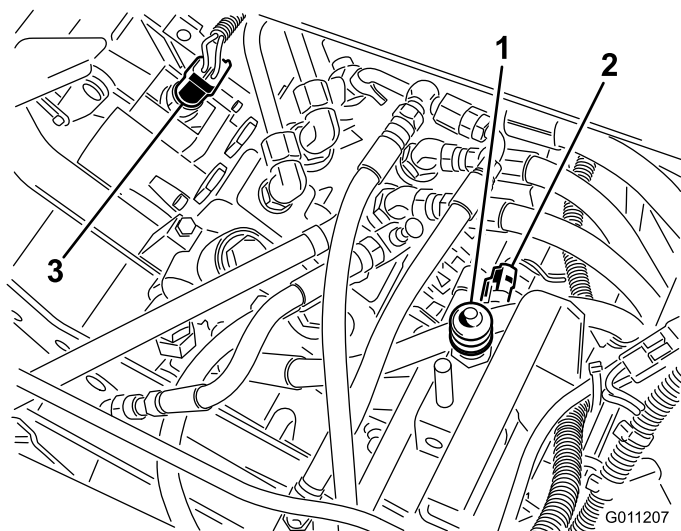

Figura 46
2. Retire el protector del extremo del interruptor del asiento Figura 46 (donde está el botón) y guárdelo para instalarlo en el interruptor nuevo. Desenchufe los conectores del interruptor.
2. Desenchufe los conectores del interruptor de tracción que está instalado en el sombrerete del banco de válvulas, en la sección de válvulas del selector (Figura 46).
2. Desenchufe los conectores del extremo del interruptor de siega/elevación que está instalado en el sombrerete del banco de válvulas (Figura 46).